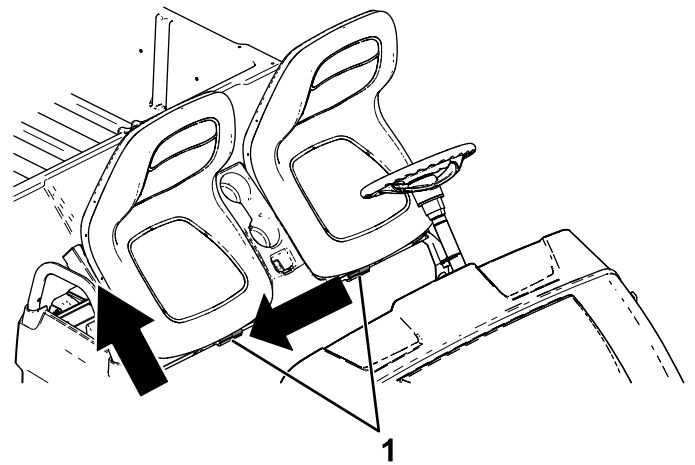

Figure 28
Pour abaisser l'ensemble sièges, basculez-le vers l'arrière jusqu'à ce qu'il retrouve sa position initiale (Figure 28).
- Faites coulisser l'ensemble sièges sur le côté pour le dégager des goupilles, et soulevez-le (Figure 28).